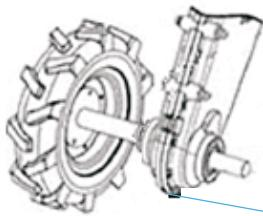

Рис. 22
2. Открутите крышку маслосливного отверстия. (см. рис. 22) Для ускорения слива снимите крышку с маслозаливного отверстия.